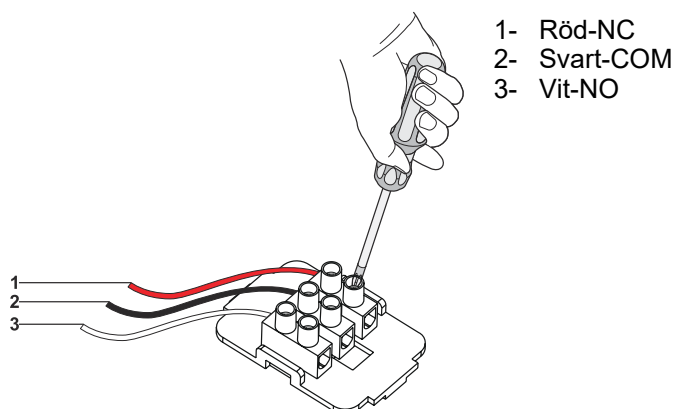

Fig. 12
1. ➤ **NC / COM:** När dessa 2 anslutningar används och fläkten stängs av kommer fläkten skicka en signal till den anslutna enheten (Fig. 12).
2. ➤ **NO / COM:** När dessa 2 anslutningar används och fläkten sätts på kommer fläkten skicka en signal till den anslutna enheten (Fig. 12).